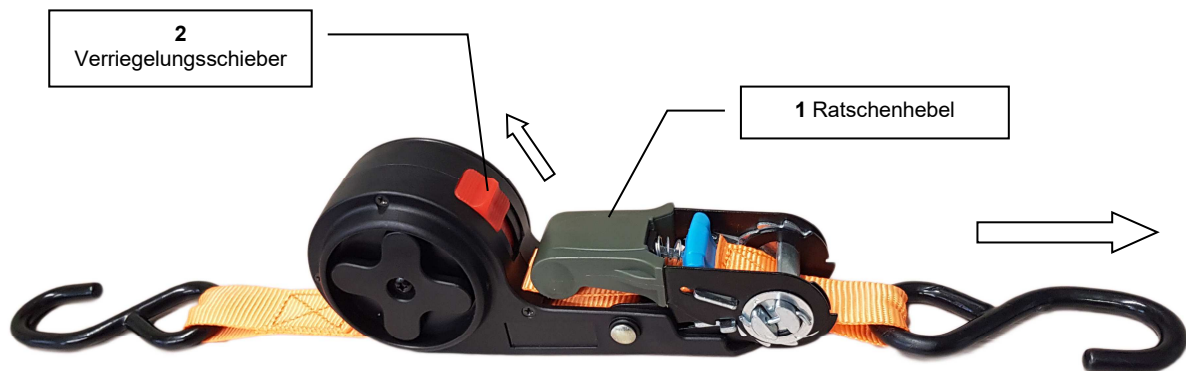

Abbildung 1: Ratsche geschlossen
Vor der Verwendung soll sichergestellt werden, dass sich der Automatik- Zurrgurt, in der „Ausgangsstellung“, wie in Abbildung 1 dargestellt, befindet. Der Ratschenhebel (1) geschlossen, der Verriegelungsschieber (2) in der Stellung „Offen/Oben“.
Im Anschluss rotieren Sie den Ratschenhebel (1) mehrfach hin/her, bis der Automatik- Zurrgurt korrekt gespannt ist. Abschließend bringen Sie den Ratschenhebel (1) in die Ausgangsstellung (wie in der Abbildung 1 dargestellt). Nur wenn sich der Ratschenhebel in der Ausgangsstellung (verriegelt) befindet, ist ein unbeabsichtigtes Öffnen ausgeschlossen.